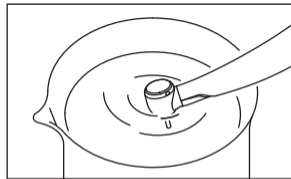

Fig. 6
- 3) Ruotare il manipolo e immergere metà della testina del manipolo nel bicchiere d'acqua (Fig. 6).